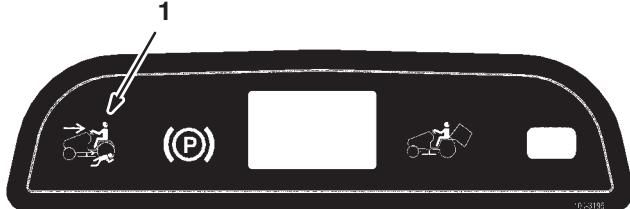

Figure 13
- Un voyant rouge s'allume sur la console avant (Fig. 13) pour signaler que la sécurité est désactivée.